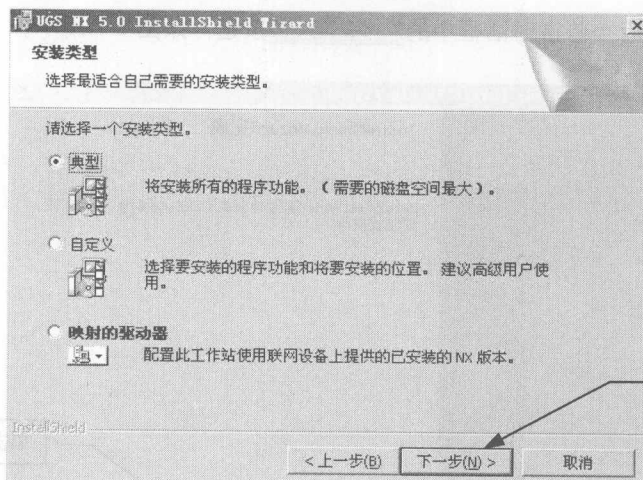

图 1-9 选择安装类型
11. 系统提示选择对话框中的安装类型, 参照系统默认的设置不变, 再单击 **下一步(N) >** 按钮, 如图 1-9 所示。